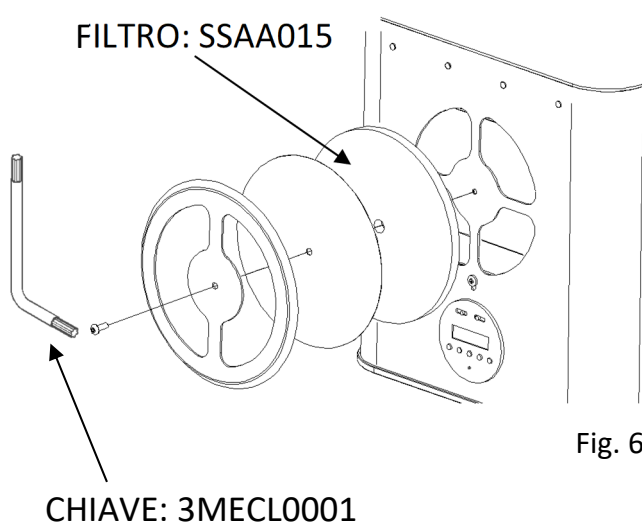

Fig. 6
- 2- Asportare la parte anteriore della bocchetta dove è alloggiato il filtro. (Fig.6)
- 4- Ricollocare la parte anteriore della bocchetta nell'ordine mostrato in Fig.6